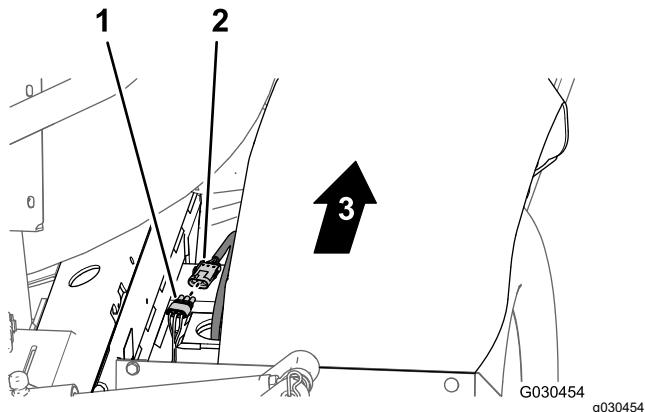

**Figura 14**
3. Retire las 3 fijaciones a presión que sujetan el arnés de cables trasero a los orificios del larguero derecho del bastidor de la máquina (Figura 14).